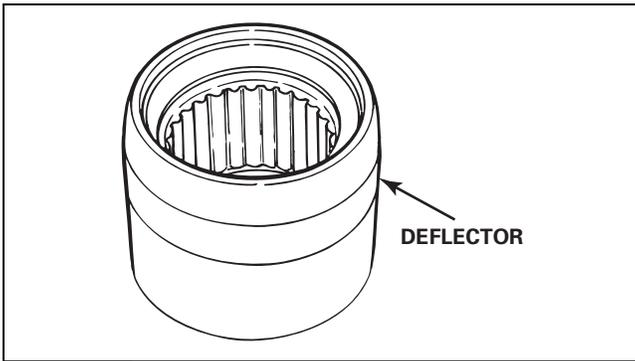
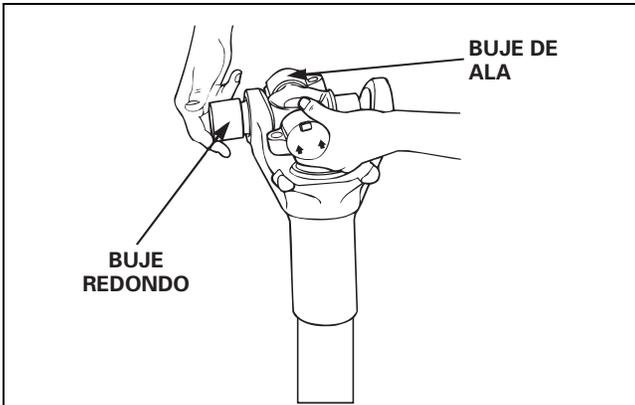

Figura 11
Figura 12
1. Asegúrese que los deflectores de plástico estén fijados a los bujes redondos. El deflector viene preensamblado al buje redondo. Figura 11. Deslice el primer buje en el muñón. Figura 12.